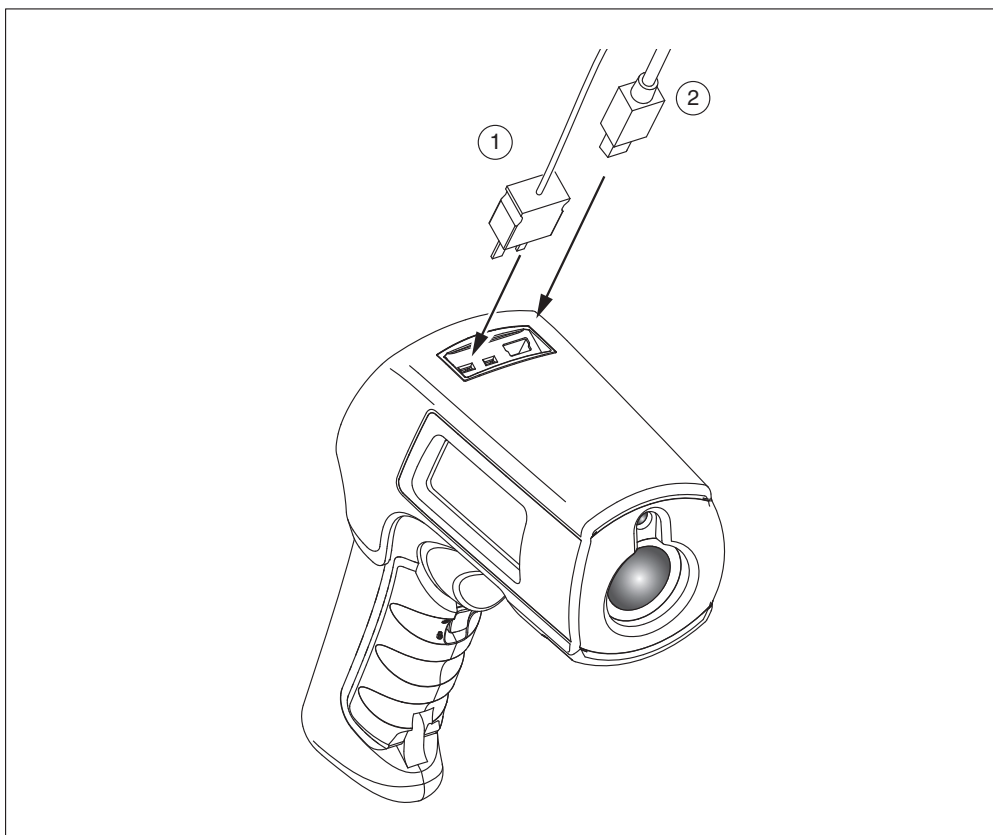

Abbildung 9. Thermoelement- und USB-Anschlüsse
Die gespeicherten Daten des 568 können mit dem gelieferten USB-Kabel und der FlukeView® Forms Documenting Software auf einen PC heruntergeladen werden. Einzelheiten dazu sind in der FlukeView® Forms-Dokumentation zu finden. Der USB Eingang ② befindet sich oben am Thermometer neben dem externen Messfühlereingang ① (siehe Abbildung 9).
Zum Lieferumfang der Thermometer gehört ein Thermoelementmessfühler-Typ-K (Perle). Die Messfühler werden über den Messfühlereingang am Thermometer (siehe Abbildung 9) angeschlossen.